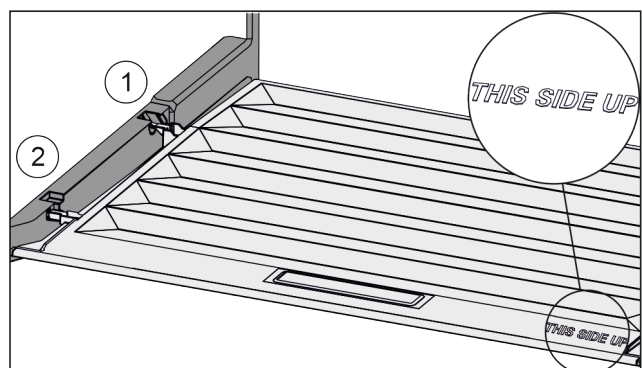

Fig. 85
- ▶ Dekselranden via de opening van de achterste houder Fig. 85 (1) aanbrengen en van voren in de houder Fig. 85 (2) klikken.